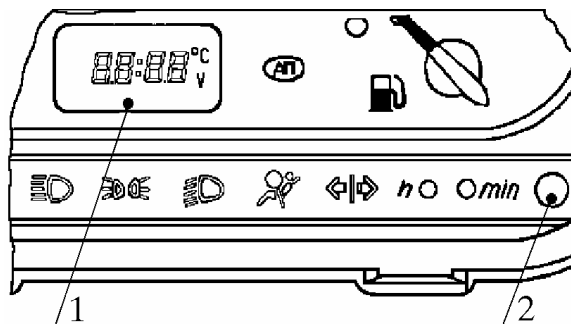

Рис. 15. Проверка смены режимов показаний на ЖКИ-2:
8.2.7. Проверить смену режимов показаний на индикаторе 1 (рис. 15), коротко нажав на кнопку 2 (меньше 3 с).